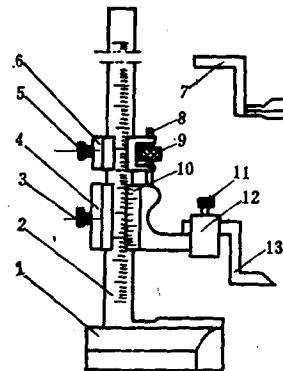

图 1-1.17 高度游标卡尺
(5) 高度游标卡尺 高度游标卡尺的刻线原理、读数方法、测量精度与游标卡尺相同。主要用于在平台上测量零件的高度和划线。它由基座1、主尺2，副尺4（游框）、微动装置(5、6、8、9)、划线爪13、测量爪7和制动螺钉3等组成。主尺与基座紧固地连在一起，基座下面为工作平面，副尺可沿主尺上、下移动。测量爪或划线爪可用框架12和螺钉11固定在副尺上(图1-1.17)。微动装置的使用和游标卡尺一样。